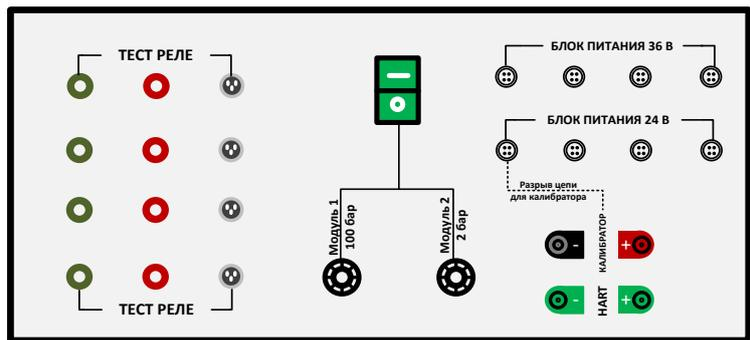

Рис.3
- поверяемые приборы установить в коллектор, коллектор с помощью шлангов подсоединить к выходным портам PACE 6000, встроенной в панель приборного кофита (рис.3);
- подать питание на датчики через клеммы 24В на панели подключения (рис.3);